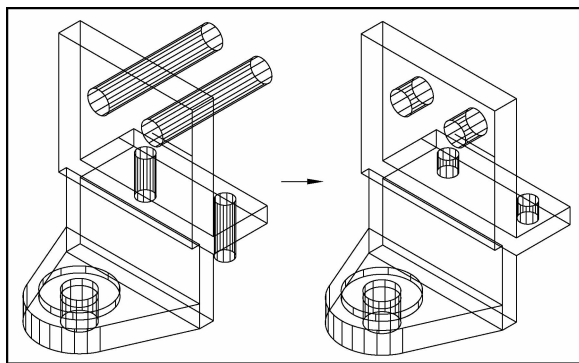

图 11-54 将圆柱体与实体进行差集处理
(4)绘制圆柱体并与实体进行差集处理,如图 11-54 所示。